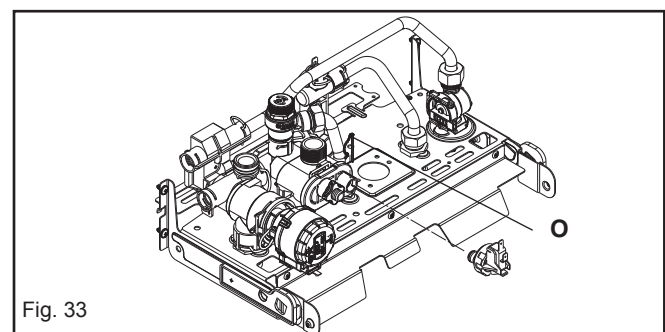

Fig. 33
6.8 WATER PRESSURE SWITCH (fig. 33)